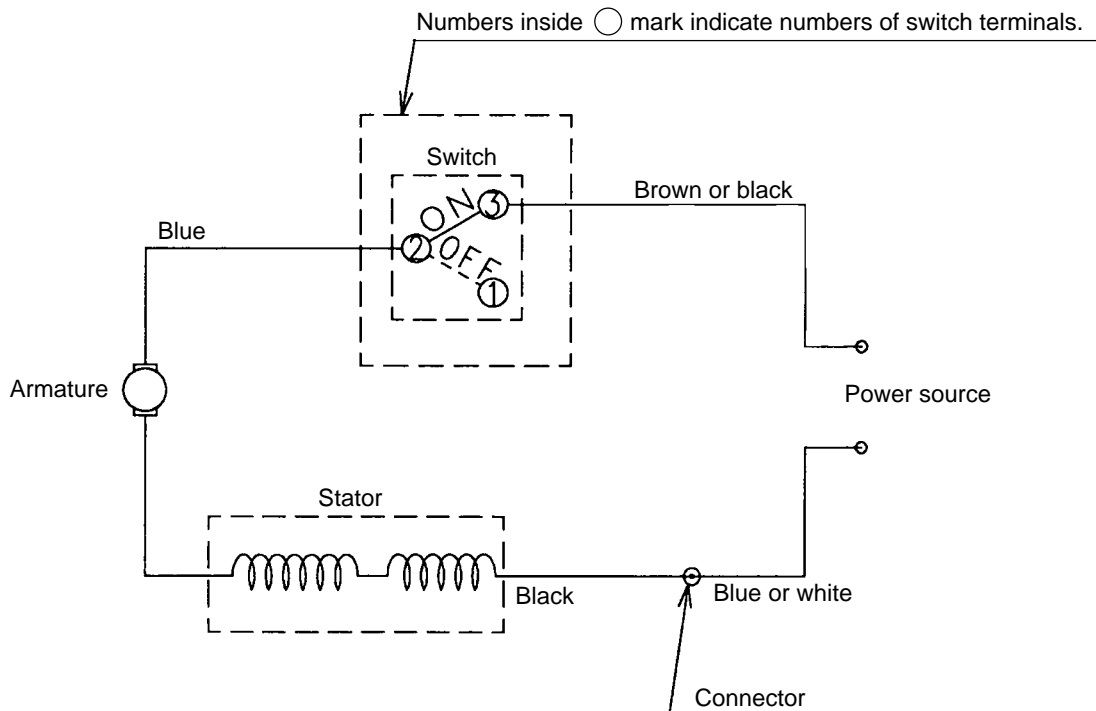

Fig. 13
(6) Wiring diagram (See Fig. 13.)